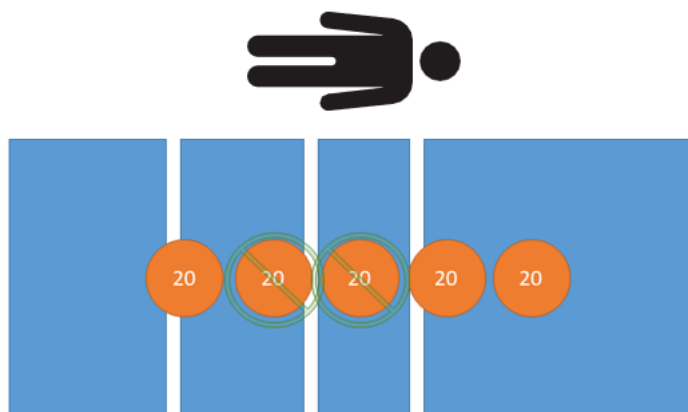

Figure 29 – Test de tarage - 60 kg net
4. En utilisant des poids étalonnés, placer 60 kg sur le produit (Figure 29).
10. En utilisant des poids étalonnés, placer 60 kg sur le produit (Figure 29).